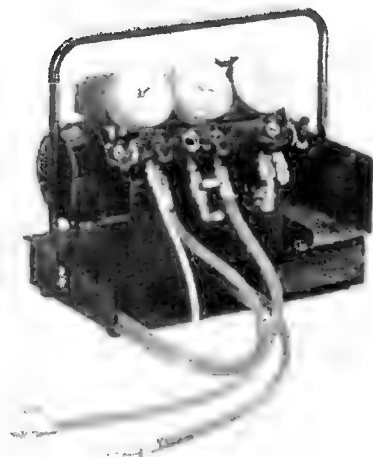

Рис. 2.2.12. Вакуум-заправочная станция
- вакуум-заправочная станция, для работы с R-600a (рис. 2.2.12). Это оборудование должно иметь соответствующий сертификат;